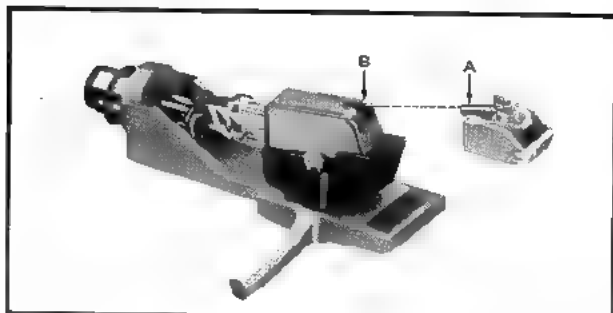

Fig. 26 Abb. 26
• Stylus replacement (Fig. 26)
• Auswechseln der abtastnadel (Abb. 26)
• Remplacement de la pointe de lecture (Fig. 26)